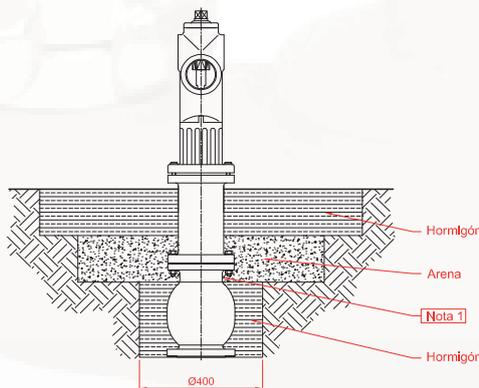

Fig.1
- 3. FINALIZACIÓN DE LA OBRA:** Una vez comprobada la estanquidad de la red finalice la instalación cubriendo el terreno con las capas de material indicado en la Fig. 1